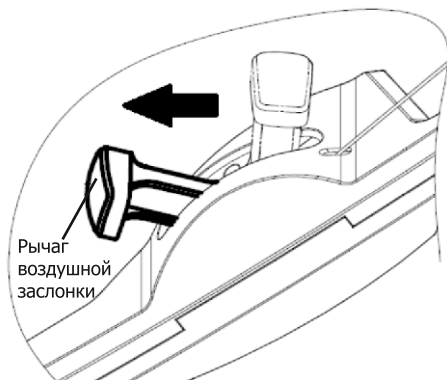

Рис. 16
- Переведите рычаг воздушной заслонки в положение «ШОКЕ» - закрыто (рис. 16). (Только для модели G53SHL-C).